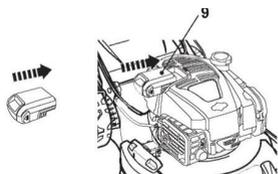

Fig. 7A
1. Insérer la batterie (9) dans le support de batterie (Fig. 7A/7B).